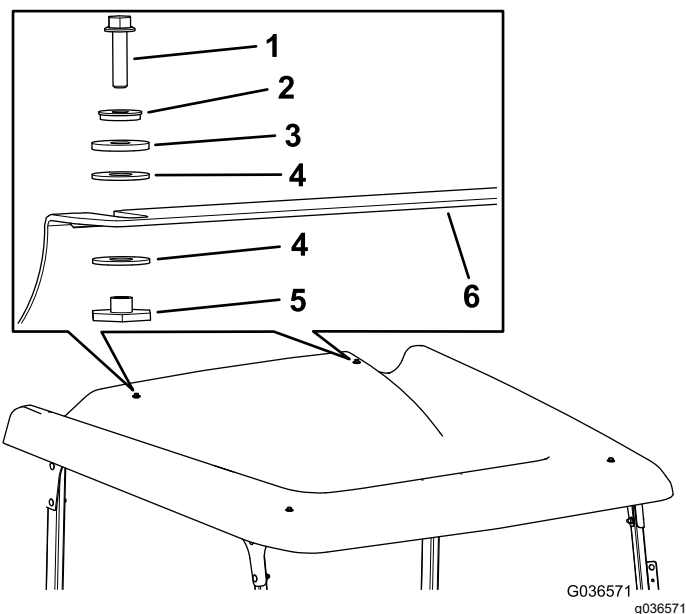

图 65
2. 用 2 个六角凸缘螺栓 $\frac{1}{4} \times 1$ 英寸、2 个密封垫圈、2 个摩擦垫圈、4 个塑料垫圈和 2 个凸缘轴套将遮阳篷安装到后交联上 图 65。